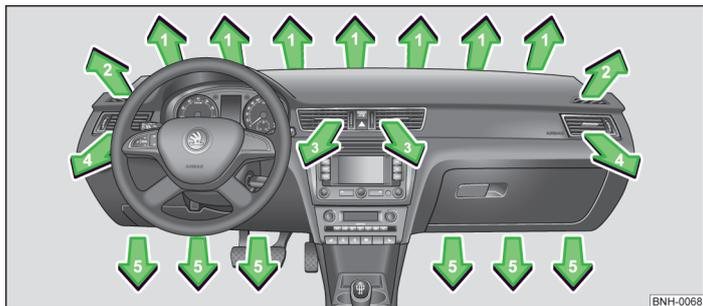
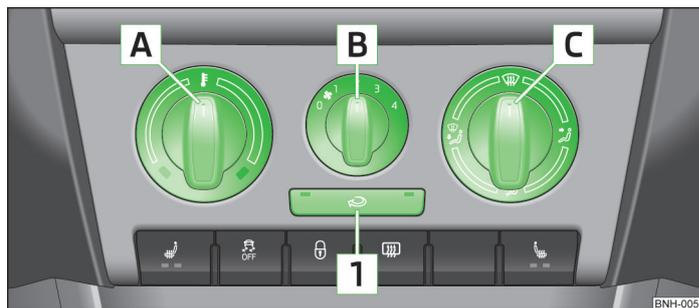

Fig. 58 Diffuseurs d'air
Fig. 59 Chauffage : organes de commande
- Pour modifier la hauteur du flux d'air, faites pivoter les lamelles horizontales à l'aide du bouton coulissant » fig. 58.
Le régulateur de répartition d'air [C] » fig. 59 vous permet de régler l'arrivée d'air dans chaque diffuseur d'air. Les diffuseurs d'air 3 » fig. 58 et 4 peuvent être ouverts et fermés séparément.
- Faites tourner le sélecteur [A] » fig. 59 vers la droite pour augmenter la température.
- Faites tourner le bouton de commande de soufflante [B] » fig. 59 sur l'une des positions 1 à 4 pour mettre la soufflante en marche.
- Le bouton de régulation de la répartition de l'air [C] » fig. 59 permet de diriger le flux d'air » page 60, *Diffuseurs d'air*.
Tous les organes de commande, sauf le sélecteur de débit d'air [B] » fig. 59, peuvent être réglés sur une position intermédiaire quelconque.
- Organes de commande **A** » fig. 59 » page 60, **B**, **C** et la touche **1**.
➤ Appuyez sur la touche **1** » fig. 59 » page 60 : le voyant s'allume dans la touche.
➤ Appuyez à nouveau sur la touche **1** » fig. 59 » page 60 : le voyant s'éteint dans la touche.
La circulation d'air de recyclage s'arrête automatiquement lorsqu'on place le régulateur de répartition de l'air **C** » fig. 59 » page 60 sur la position . Un appui répété sur la touche **1** permet de réactiver le recyclage de l'air intérieur également dans cette position.